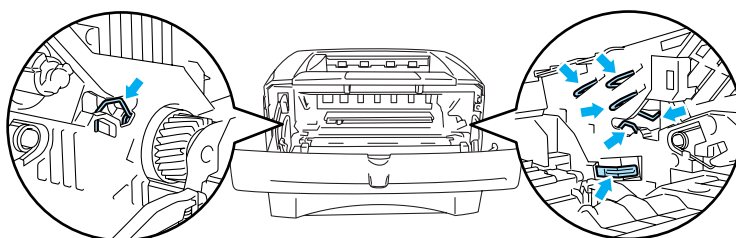

Figure 5-5
- Pour éviter tout dommage à l'imprimante résultant de l'électricité statique, ne mettez pas les doigts sur les électrodes indiquées dans la figure 5-5.